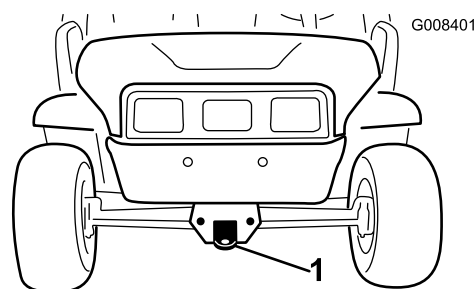
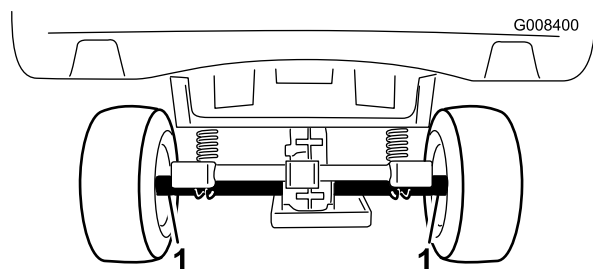

図 21
図 22
長距離を搬送する場合にはトレーラを使用してください。その場合、車体をトレーラに確実に固定して輸送してください。ロープがけのポイントについては(図22)と(図21)を参照してください。
2. 機体前部にある牽引トングにロープなどの牽引索を取り付ける 図 21。